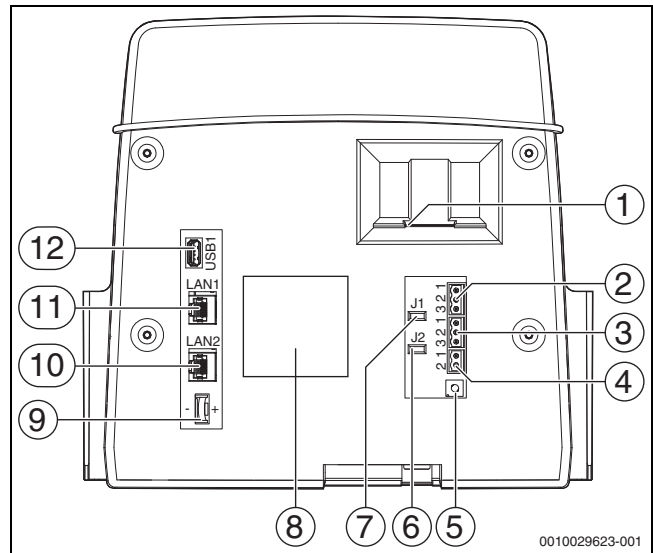

Рис. 4 Подключения пульта управления
- С обратной стороны пульта управления к клеммам EMS ( $\rightarrow$  рис. 4, [4], страница 10) с
Для теплогенераторов (например, блок-ТЭС), подключенных через Modbus-RTU ( $\rightarrow$  рис. 4, [3], стр. 10):
- ▶ Подключите блочную теплоэлектростанцию к разъему Modbus-RTU (→ рис. 4, [3], страница 10).
Конечное сопротивление (J2) (→ рис. 4, [6], страница 10) в состоянии поставки замкнуто (вставлено = активировано).